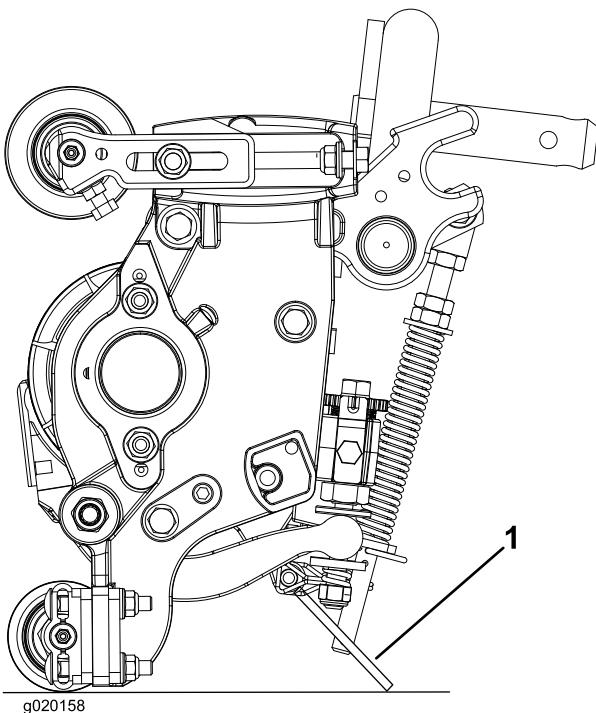

**Figure 8**
1. Placez le plateau de coupe sur une surface de travail plane et horizontale. Tournez les vis de réglage de la barre d'appui dans le sens antihoraire pour vérifier qu'elle ne touche pas le cylindre (Figure 8).